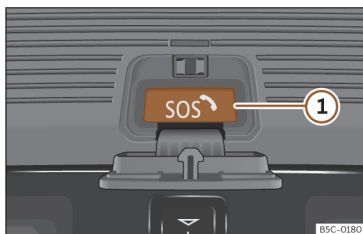

Fig. 52 Botão para chamada de emergência.
2. Mantenha pressionado o botão de chamada de emergência durante alguns segundos >>> Fig. 52 ①.
Pressione o botão de chamada de emergência >>> Fig. 52 apenas em caso de emergência!
Não se pode interromper a chamada de emergência automática pressionando o botão de chamada de emergência >>> Fig. 52.
2. Mantenha pressionado o botão de chamada de emergência durante alguns segundos >>> **Fig. 52 1.**
Pressione o botão de chamada de emergência >>> **Fig. 52** apenas em caso de emergência!